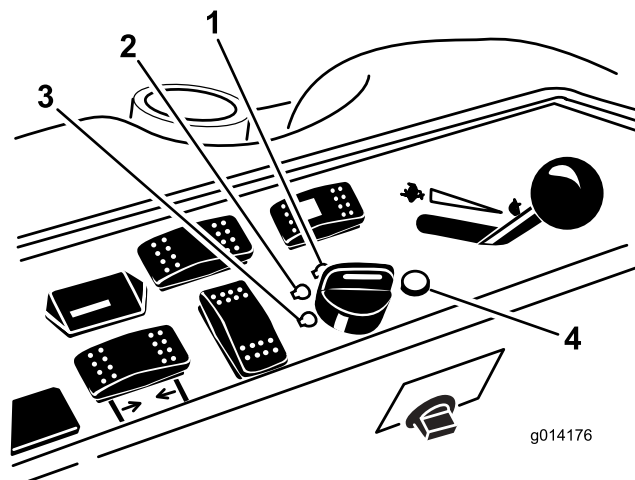

Figura 14
6. Girate la chiave di accensione in senso orario, in posizione di marcia (Figura 14).
- Girate la chiave di accensione in posizione Off (Figura 14). Attendete che tutte le parti in movimento si siano fermate, prima di lasciare il posto di guida.